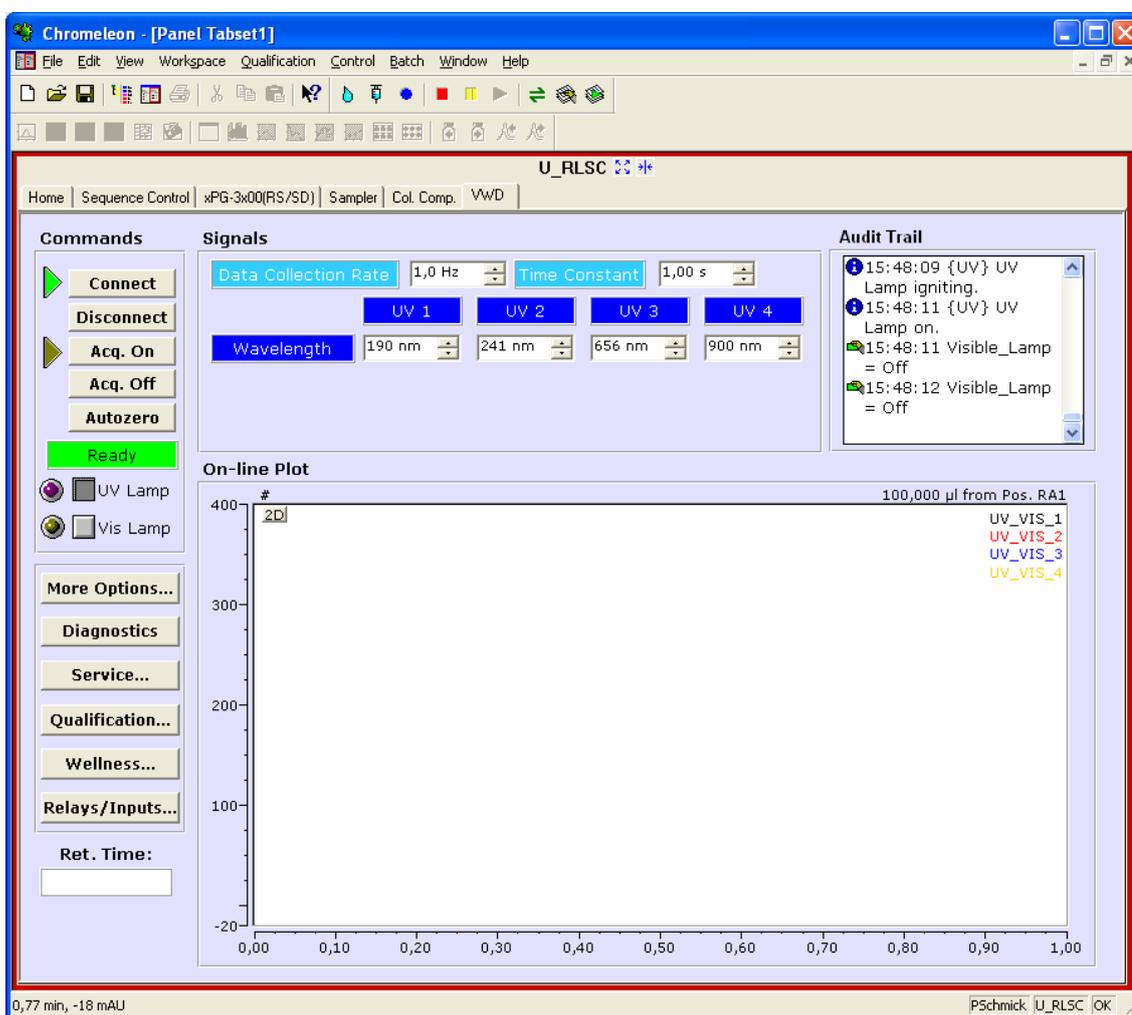

Abb. 19: Steuerfenster für den Detektor innerhalb eines Panel Tabsets
Chromeleon erstellt zentrale Steuerfenster (Panel Tabsets; → Abb. 19) für alle auf dem Server installierten Zeitbasen. Ein Panel Tabset enthält Steuerfenster für die einzelnen Geräte der Zeitbasis sowie ein oder mehrere Steuerfenster für systemweite Funktionen, z.B. für das Erstellen und Ausführung von Sequenzen. Weitergehende Informationen zu Panel Tabsets finden Sie in der Hilfe zu Chromeleon.
2. Klicken Sie auf dem **Panel Tabset** für Ihre Zeitbasis die Registerkarte **VWD** an (→ Abb. 19).